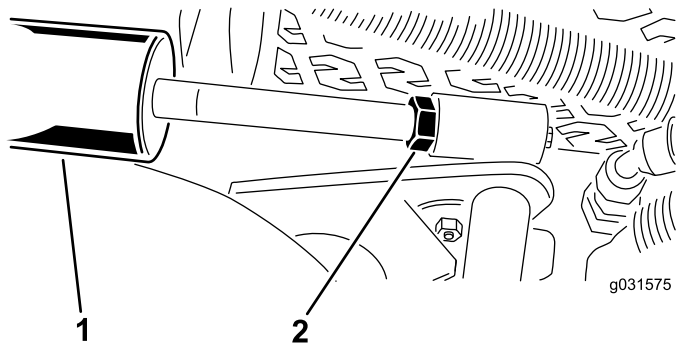

Figura 17
- A. Baje las unidades de corte y afloje la contratuerca del cilindro (Figura 17).